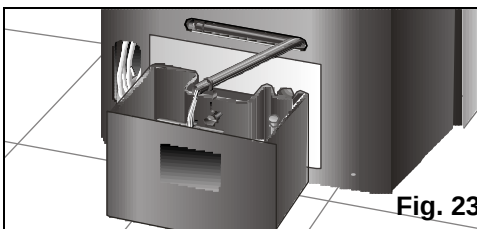

Fig. 23
- ❑ Avant, retirez l'eau de condensation se trouvant dans le réservoir interne en sortant le tube d'évacuation d'eau de son logement et en retirant le bouchon, **Fig. 23**, pour évacuer l'eau générée. Pour cela, vous devrez placer un récipient (ou le réservoir extractible de l'appareil) à la sortie du tube d'évacuation d'eau pour récupérer l'eau condensée, ou orientez le tube vers un tout-à-l'égout à proximité. Une fois que le réservoir est vide, n'oubliez pas de remettre le bouchon en place et le tube dans son logement.